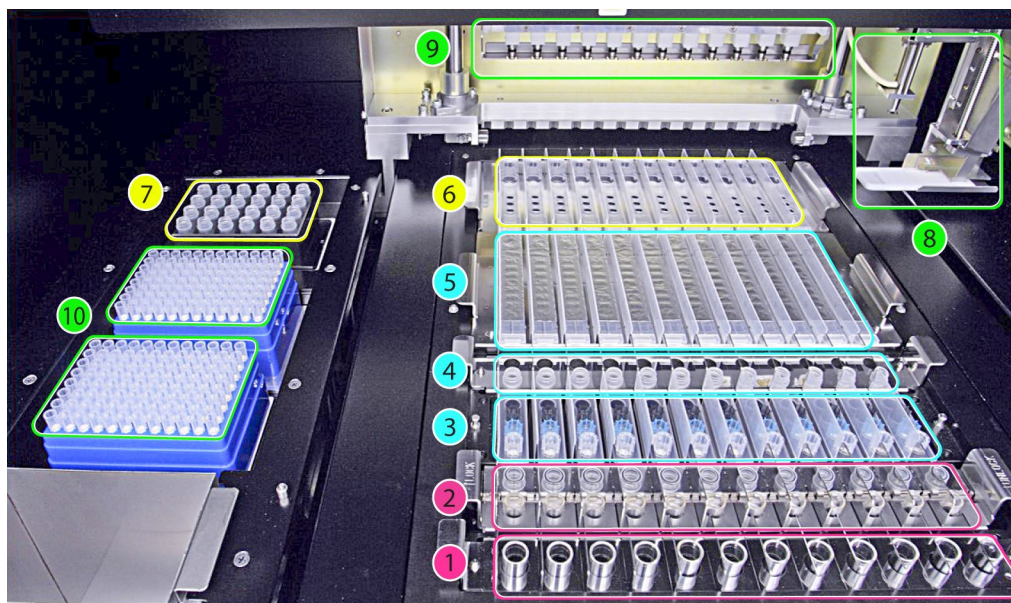

Figura 1: A área de carregamento do «**ELiTe InGenius**»
A Figura 1 mostra uma descrição geral do instrumento «**ELiTe InGenius**».
A Figura 1 mostra: Posição do tabuleiro do tubo principal (1), posição do tubo de extração e do tabuleiro da tampa (2), posição do tabuleiro da ponta (3), posição do tabuleiro do tubo de eluição (tubo de eluição) (4), posição do tabuleiro do cartucho de extração (5) e posição do tabuleiro do cartucho de PCR (6), posição do bloco do reagente de PCR e Internal Control (gestor de inventários) (7), posições da amostra e de distribuição do reagente (8, 9), da caixa de desperdícios (lado inferior esquerdo) e das pontas (10).
- Para confirmar que estão colocados na posição do gestor de inventário 7 (cf. página 9, Figura 1) reagentes suficientes para o número de testes selecionados, como indicado no ecrã, prima o botão “Next” (Próximo).
- Coloque tabuleiros de pontas suficientes na posição 10 (cf. página 9, Figura 1).
9. Coloque as cassetes de PCR indicadas na posição 6 (cf. página 9, Figura 1).
11. Coloque a(s) cassette(s) do cartucho de extração indicadas na posição 5 (cf. Página 9, Figura 1). Verifique visualmente os cartuchos de extração para verificar se as esferas ressuspenderam corretamente; se não ressuspenderem imediatamente, tente com agitação vigorosa ou mesmo com um breve vórtice (consulte "Resolução de problemas")
13. Coloque os “Tubos de eluição” no tabuleiro de tubos de eluição, indicado na posição 4 (cf. página 9, Figura 1).
15. Coloque a quantidade de “Tip package” (Embalagem de pontas) indicadas na posição 3 (cf. página 9, Figura 1).
17. Coloque os “Extraction Tubes” (Tubos de extração) indicados na posição 2 (cf. página 9, Figura 1).